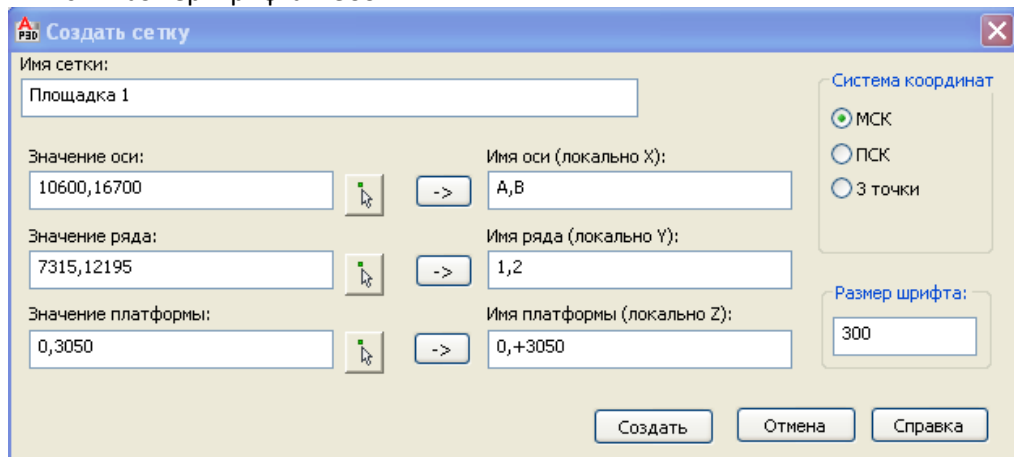

Рис. 45
- В появившемся диалоговом окне введите необходимые данные (Рис. 45):